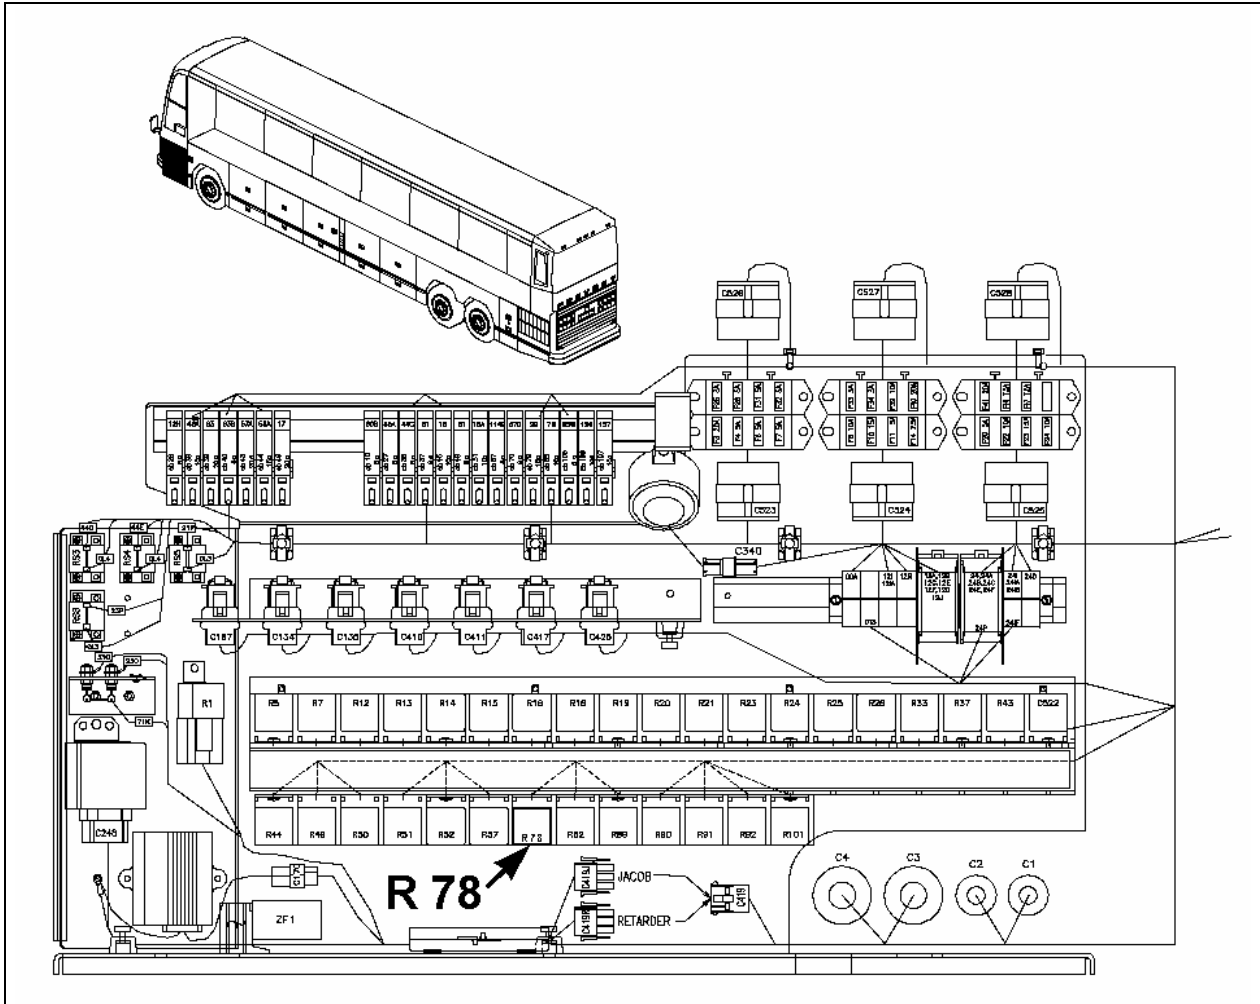

FIGURE 1 : EMPLACEMENT DU RELAIS R78 DANS LE PANNEAU DE JONCTION AVANT
1. Localiser l'emplacement du relais R78 sur le panneau de jonction avant (Voir la figure 1).